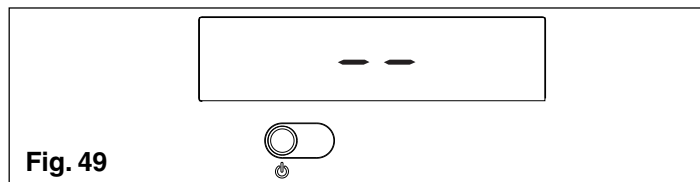

Fig. 49
- ⚠ La caldera se vuelve a encender en el estado en que estaba antes del apagado: si la caldera estaba en invierno cuando se apagó, se volverá a encender en invierno, si estaba en estado OFF, el visor digital visualizará en la zona central dos segmentos (fig. 49). Pulsar la tecla para activar el funcionamiento.
En caso de breves ausencias pulsar la tecla  para apagar la caldera. El visor digital visualizará en la zona central dos segmentos (fig. 49). De este modo dejando activas la alimentación eléctrica y la alimentación del gas, la caldera está protegida por los sistemas:
En caso de ausencias prolongadas pulsar la tecla  para apagar la caldera (fig. 49). El visor digital visualizará en la zona central dos segmentos. Posicionar el interruptor general de la instalación en “apagado”. Luego cerrar la llave del gas situado debajo de la caldera, girando en el sentido de las agujas del reloj (fig. 59).